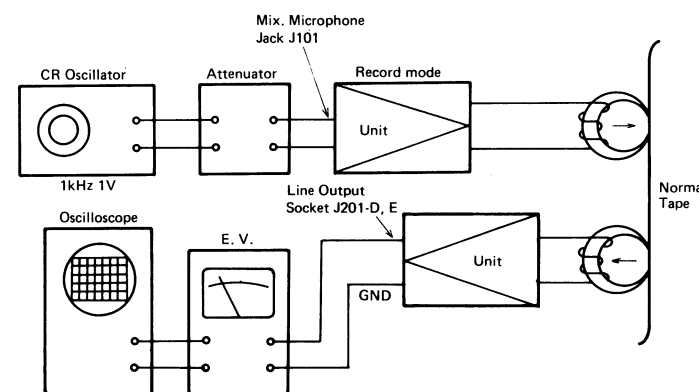

Figure 11-3
1. Connect instruments as shown in Fig. 11-3.
1. Die Instrumente gemäß Abb. 11-3 anschließen.
1. Brancher les instruments comme le montre la Fig. 11-3.